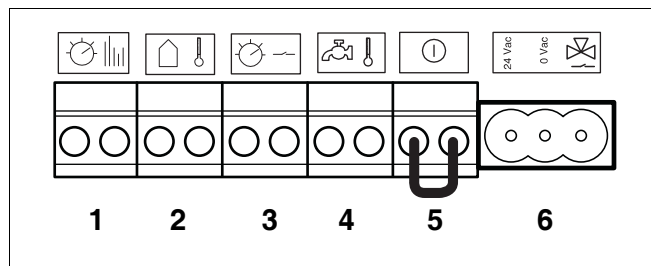

Fig. 31 Aansluitstrook laagspanningsaansluitingen
- Sluit de kamerthermostaat ModuLine 100, 200, 300, 400, of de cascaderelgelaar CM10 aan op de oranje aansluiting RC (→ fig. 31, [1], pag. 30). Maak hierbij gebruik van een tweaderige elektriciteitskabel van elk 0,4 – 0,75 mm².
- Sluit de RCC aan op de oranje stekker van de aansluitstrook van het cv-toestel (→ fig. 31, [1], pag. 30).
- Sluit de buitentemperatuursensor aan op de donkerblauwe stekker van de aansluitstrook van het cv-toestel (→ fig. 31, [2], pag. 30). Maak hierbij gebruik van een tweaderige elektriciteitskabel van 0,4 – 0,75 mm².
- Sluit een potentiaalvrije aan/uit-regeling aan op de groene stekker van de aansluitstrook van het cv-toestel (→ fig. 31, [3], pag. 30). De maximaal toelaatbare weerstand van dit circuit bedraagt 100 Ω . Maak hierbij gebruik van een 2-aderige elektriciteitskabel van 0,4 – 0,75 mm².
- Verwijder de doorverbinding op de rode stekker (→ fig. 31, [5], pag. 30).
- Sluit een extern schakelcontact aan op de rode stekker van de aansluitstrook van het cv-toestel (→ fig. 31, [5], pag. 30).
- Sluit de modules op de UBA 3-bus bij externe modulemontage aan op klem 1 (→ fig. 31, pag. 30).